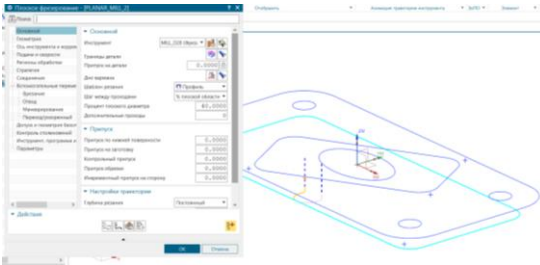

Рисунок 4.10 – Результат операції
8. Скопюйте операцію в навігаторі операції і перейменуйте її в PLANAR\_MILL\_2. В копії змініть рівень полу  $Z = -10$  і знову перегенеруйте операцію (рис. 4.10).